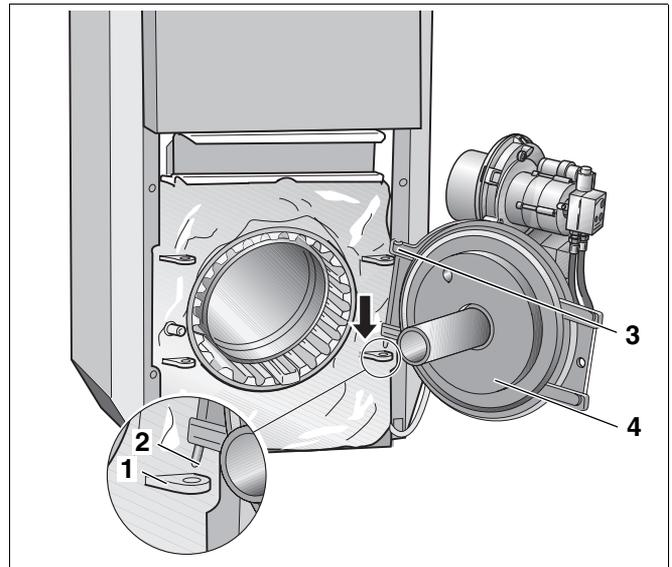

Abb. 38 Brennertür in Scharnierösen einhängen (hier: Rechtsanschlag)
- Brennertür (Abb. 38, **Pos. 4**) mit dem Kerbstift des Scharnierklobens (Abb. 38, **Pos. 2**) in die untere Scharnieröse (Abb. 38, **Pos. 1**) einhängen.